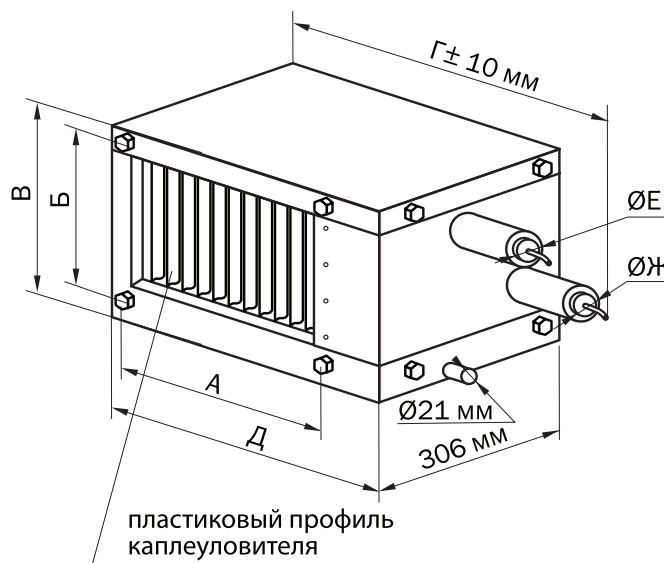

Рисунок 38. Внешний вид воздухоохладителей
■ Проходное сечение – рис. 38: